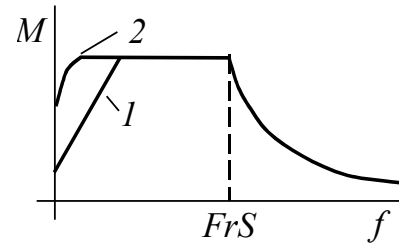

Рис. 11.1. Зависимость допустимого по теплу момента от частоты
- ACL, [*Self cooled*] – активизирована защита самообдуваемого двигателя (допустимый по теплу момент снижается на малых скоростях в соответствии с кривой 1 на рис. 11.1);
- FCL, [*Force-cool*] – активизирована защита двигателя с принудительным охлаждением (допустимый момент от скорости практически не зависит, кривая 2 на рис. 11.1).